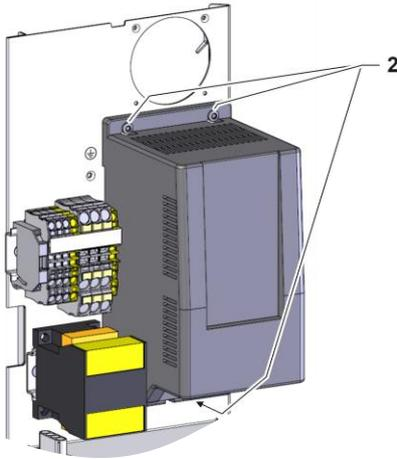

Abb. 2: Ausbau Frequenzumformer
- 3x Befestigungsschrauben (Kennzeichnung 2 → Abb. 2) des Frequenzumformers (U 1) an Rückwand lösen.